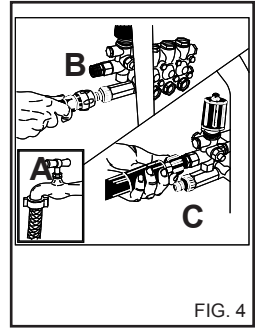
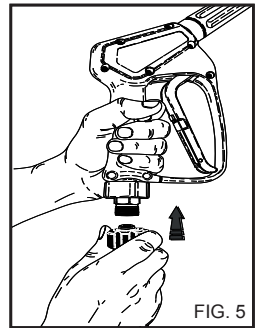

FIG. 4
FIG. 5
Подсоедините шланг к крану водоснабжения (рис. 4А) и к отверстию на аппарате (рис. 4В). Убедитесь, что давление и расход воды, подаваемой от крана, соответствует характеристикам аппарата: 2-8 бар (29-116 фунт/дюйм²) Максимальная температура подаваемой воды 50°C (122°F).
Подсоедините шланг высокого давления к аппарату (рис.4С) и к пистолету (рис. 5).
Поверните кран подачи бензина в положение ON (рис. 4А).
3) Нажав рычаг на пистолете, сбросьте давление в шланге высокого давления (рис. 5А).
4) Закройте кран водопровода (рис. 4А).